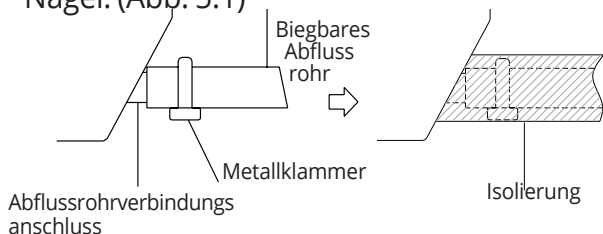

Abb. 5.1
- ✓ Wenn der Aufstellplatz starkem Wind ausgesetzt ist, z.B. in Küstennähe, muss das Gerät sehr nah an der Wandfläche installiert werden um es vor dem Wind zu schützen. Wenn erforderlich benutzen Sie eine Markise. (Siehe Abb. 5.1 und 5.2)
2. Schließen Sie die Ablaufschlauchdüse an das Auslassrohr des Geräts an. Drehen Sie die Rohrdüse und befestigen Sie sie mit einem Nagel. (Abb. 5.1)